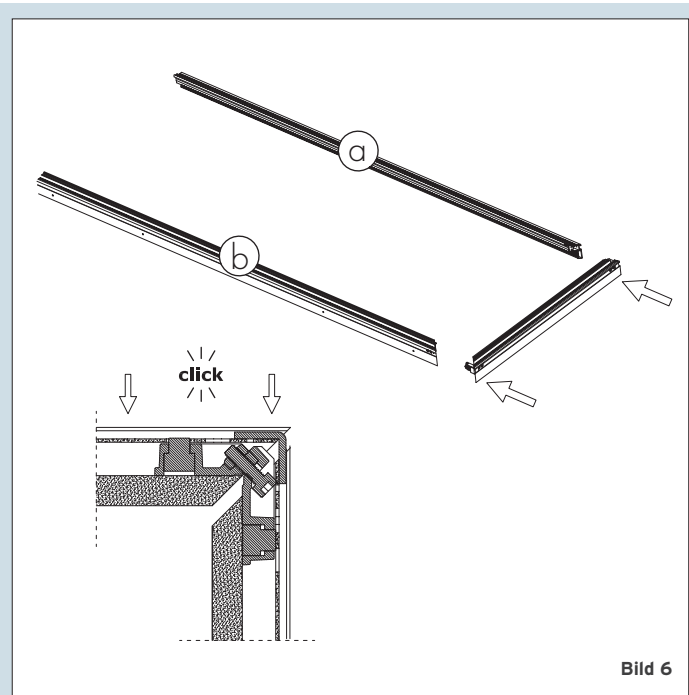

Bild 6
5. Querteile mit Längsteile verbinden (zusammenklicken) (Bild 6).